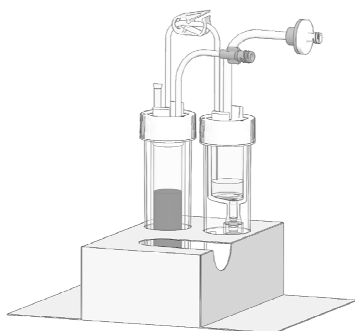

図4 上清返却後
- (1) 1,200gで15分間の遠心分離を行い、上清と血小板に分離します。
- (2) 遠心分離した1次容器と2次容器を紙スタンド若しくは遠沈管立てにセットします。
- (3) シェルカバーを取り外し、連結チューブのクランプ2を開けます。1次容器が元の形状に戻ると同時に、上清が1次容器へと返却されます(図4)。